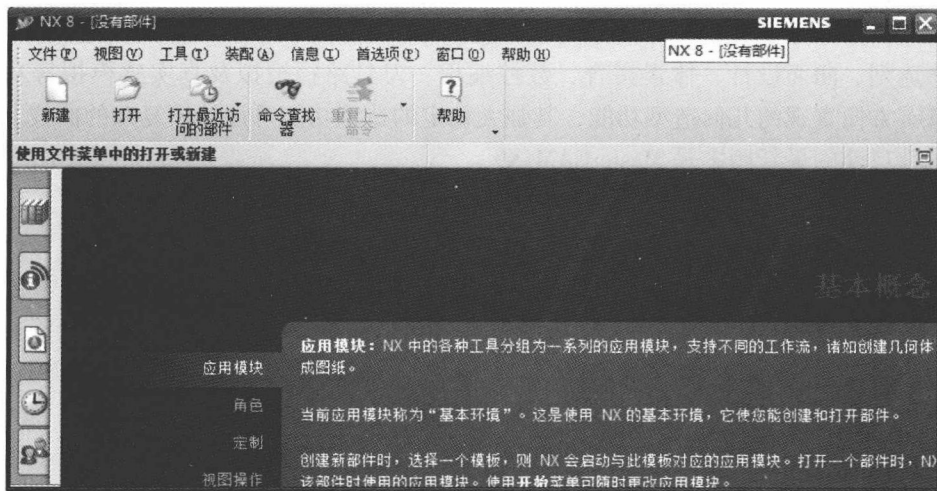

图 1-1 UG NX8.0 初始界面
(2) 双击桌面上 UG NX8.0 的快捷方式图标 ，启动 UG NX8.0;
(3) 在快捷启动栏中单击 UG NX8.0 的快捷方式图标 ，启动 UG NX8.0;
(4) 在 UG NX8.0 安装目录的 UGII 子目录下双击 ugraf.exe 图标，就可启动 UG NX8.0。启动 UG NX8.0 中文版后，初始界面如图 1-1 所示。